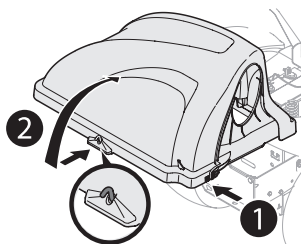

Figura 15
- Abra la cubierta de la embolsadora oprimiendo hacia adentro la lengüeta posterior derecha con la mano derecha y levantando la cubierta con la mano izquierda en el centro de la parte posterior de la cubierta de la embolsadora (2) como se muestra en la Figura 15.